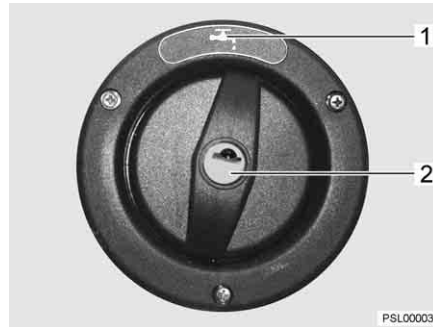

Fig. 178 Bocchettone di riempimento dell'acqua potabile
Il bocchettone di riempimento dell'acqua potabile è contrassegnato dal simbolo "H₂O" (Fig. 178,1). Il coperchio viene aperto e chiuso con la chiave per le serrature degli sportelli esterni.
- Inserire la chiave nel cilindro della serratura (Fig. 178,2) e ruotare in senso antiorario di un quarto di giro.
- Aprire il bocchettone di riempimento dell'acqua potabile (Fig. 178) (vedi capitolo 6).